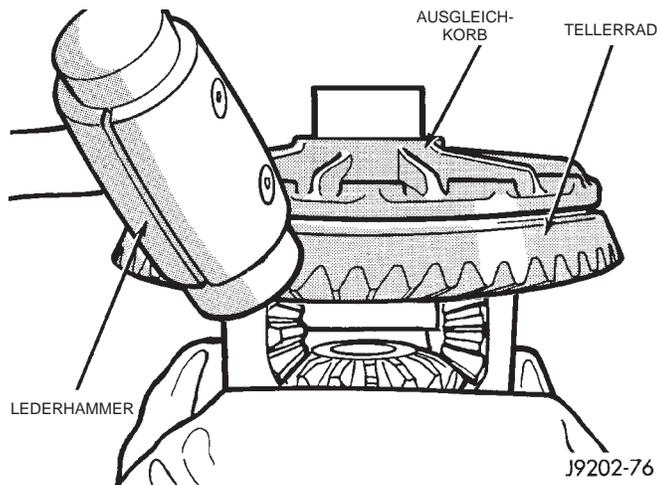

Abb. 32 Tellerrad ausbauen
- (1) Ausgleichkorb aus dem Achsgehäuse ausbauen.
- (2) Ausgleichkorb in einen mit Schutzkappen versehenen Schraubstock spannen (Abb. 32).
- (3) Die Schrauben lösen, mit denen das Tellerrad am Ausgleichkorb befestigt ist.
- (4) Mit einem Gummi- oder Lederhammer das Tellerrad vom Ausgleichkorb heruntertreiben (Abb. 32).